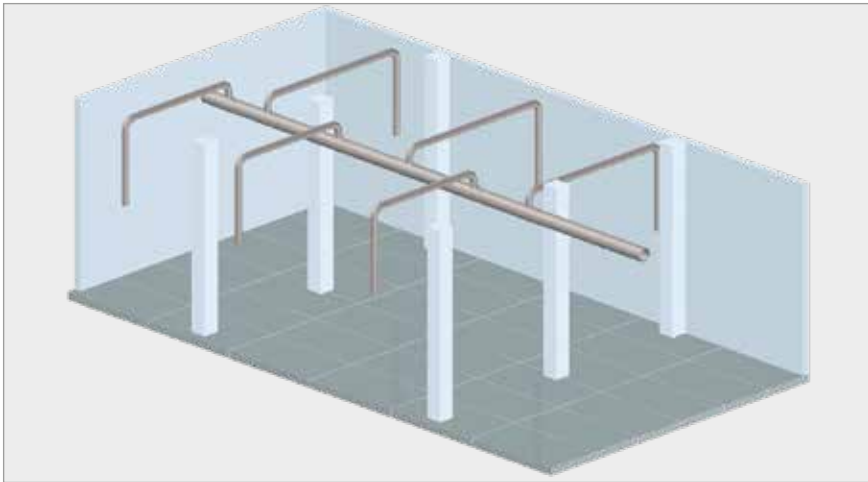

Imagen 1: Tubería secundaria de aire comprimido.
Imagen 1: Componentes principales de un sistema de distribución de aire comprimido: tubería principal (1), tubería de distribución (2), tubería de conexión (3), secador (4), unidad de mantenimiento/manguera (5).
Instalar una tubería secundaria con salidas hacia los distintos consumidores de aire (**imagen 1**) es relativamente sencillo. No se necesita una tubería muy larga, pero sí es necesario que tenga suficiente capacidad de transporte como para cubrir la demanda total de aire.